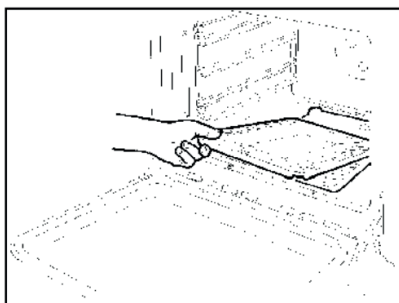

Fig. 7
- Retirar a chapa do forno (Fig.7).